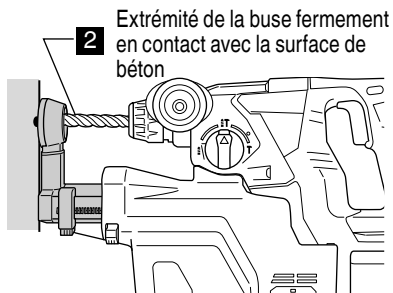

Fig. 11
- (2) Relâcher la buse et la laisser effectuer un contact ferme avec la surface du béton. (Fig. 11)